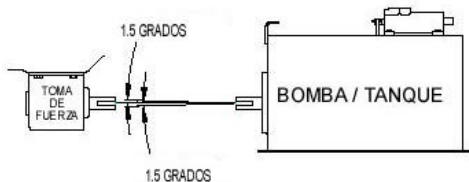
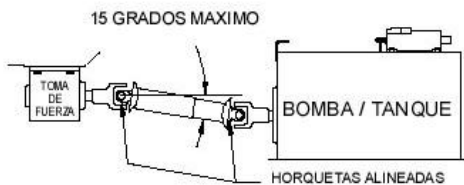

Figura 1: Alineación de la flecha motriz.
Figura 2: Ángulo de la flecha motriz.
3. Revise la flecha de la bomba para asegurarse de que está paralela o con un ángulo no mayor de 1.5° a la salida de la toma de fuerza (vea la figura 1), y ajuste si es necesario. Determine el ángulo de la flecha motriz, el ángulo ideal está entre 1 y 7 grados. Si este ángulo es mayor de 15° reubique la bomba para reducir el ángulo de la flecha motriz a menos de 15° , (vea la figura 2). Instale la flecha motriz asegurándose que las horquetas estén alineadas.